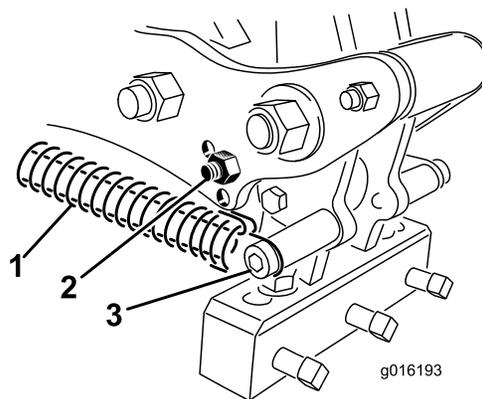

图39
3. 松开到打孔针夹头的拉簧 图39。
4. 从连杆臂上卸下缓冲器螺栓和缓冲器重新将它们插入另一个调节孔 图39。